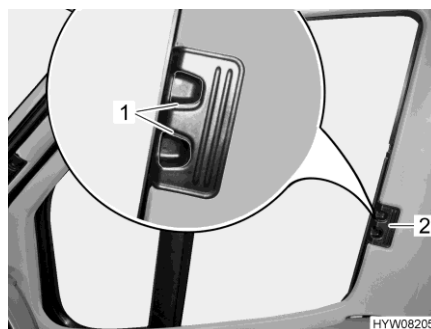

Fig. 110 Tendina oscurante pieghevole (finestrino del conducente/passeggero)
- Premere le maniglie di sbloccaggio (Fig. 110,1) e mantenerle premute.
- Con la levetta (Fig. 110,2) tirare le tendine oscuranti pieghevoli per il finestrino del guidatore e del passeggero verso l'altro lato della finestra e congiungerle alle strisce magnetiche.
- Inserire fino all'arresto le tendine oscuranti pieghevoli per il finestrino del guidatore e del passeggero per la maniglia (Fig. 110,2).
- Rilasciare le maniglie di sbloccaggio (Fig. 110,1) e mantenerle innestate.